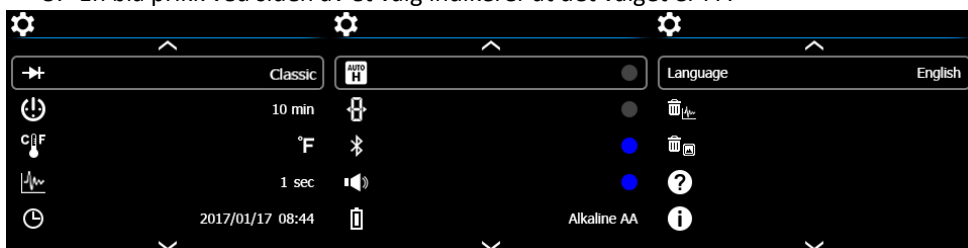

Fig. 7-1 Generelle innstillinger-meny
2. Bla til innstillinger- ikonet og trykk **OK** for å åpne innstillinger-menyen (se Fig. 7-1)